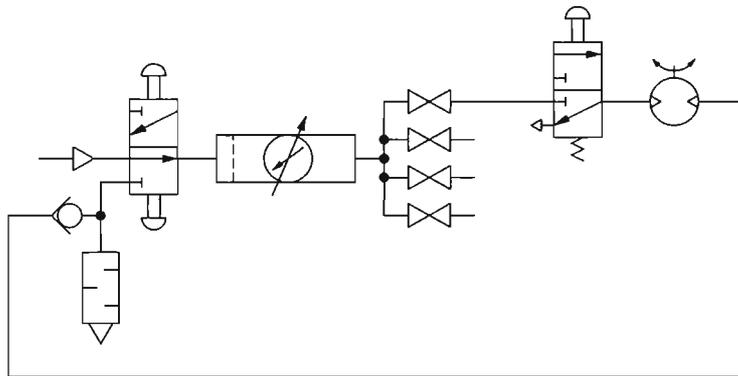

Figura 4-11. Diagrama esquemático de un circuito de motor neumático.
- 2. Conecte el circuito mostrado en la Figura 4-11. Colóquese frente al eje del motor e identifique su orificio izquierdo. Conecte en éste la válvula de control direccional.
- 3. Consulte el diagrama esquemático mostrado en la Figura 4-11, indique, ¿en qué dirección girará el motor?